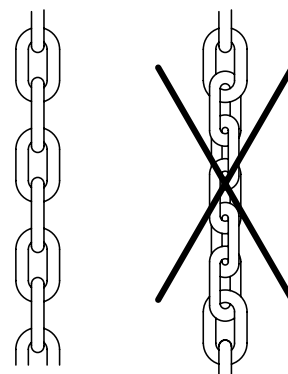

Fig. 2: Verandering van de haalketting
- Bij een verandering van de kettinglengte moet erop worden gelet dat de haalketting niet verdraaid wordt gemonteerd (fig. 2).